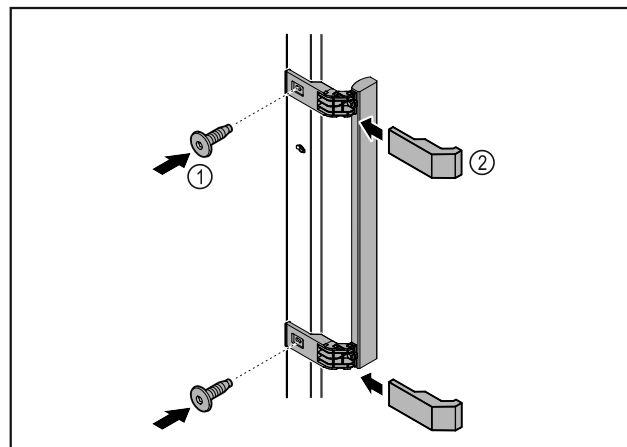

Fig. 8
- ▶ Szerelje fel az ajtóra a kilincset a csomagban található csavarok Fig. 8 (1) segítségével.
- ▶ Helyezze fel a fedelet Fig. 8 (2).